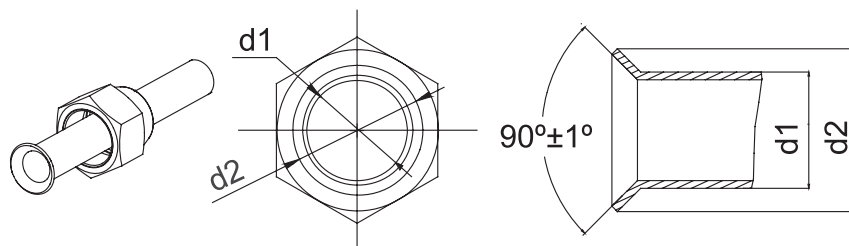

Abb. 11
4. Überprüfen Sie, ob der aufgeweitete Bereich gleichförmig ist und keine Risse aufweist (siehe Abb. 11).